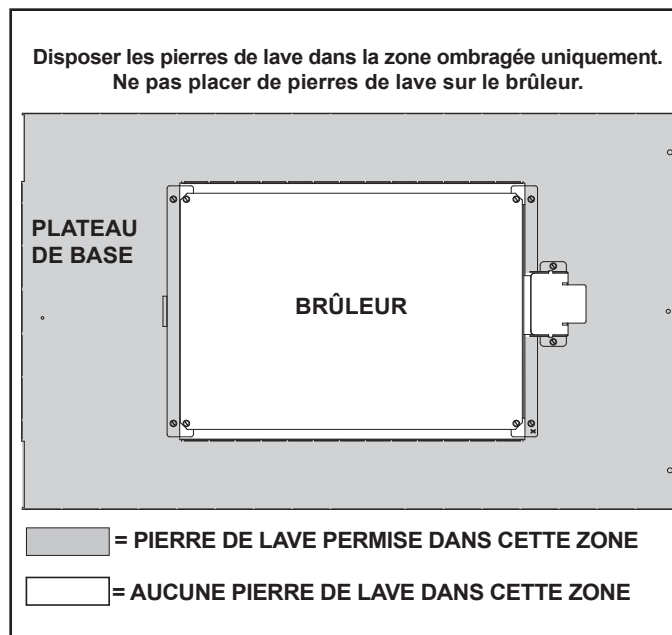

Figure 11.14 Pose de la pierre de lave
- Placer la pierre de lave sur les zones du plateau de base, à l'écart du brûleur, comme indiqué à la figure 11.14. Ne pas placer de pierres de lave sur le brûleur. Utilisez ce matériau pour fournir à l'appareil un lit de cendre réaliste.